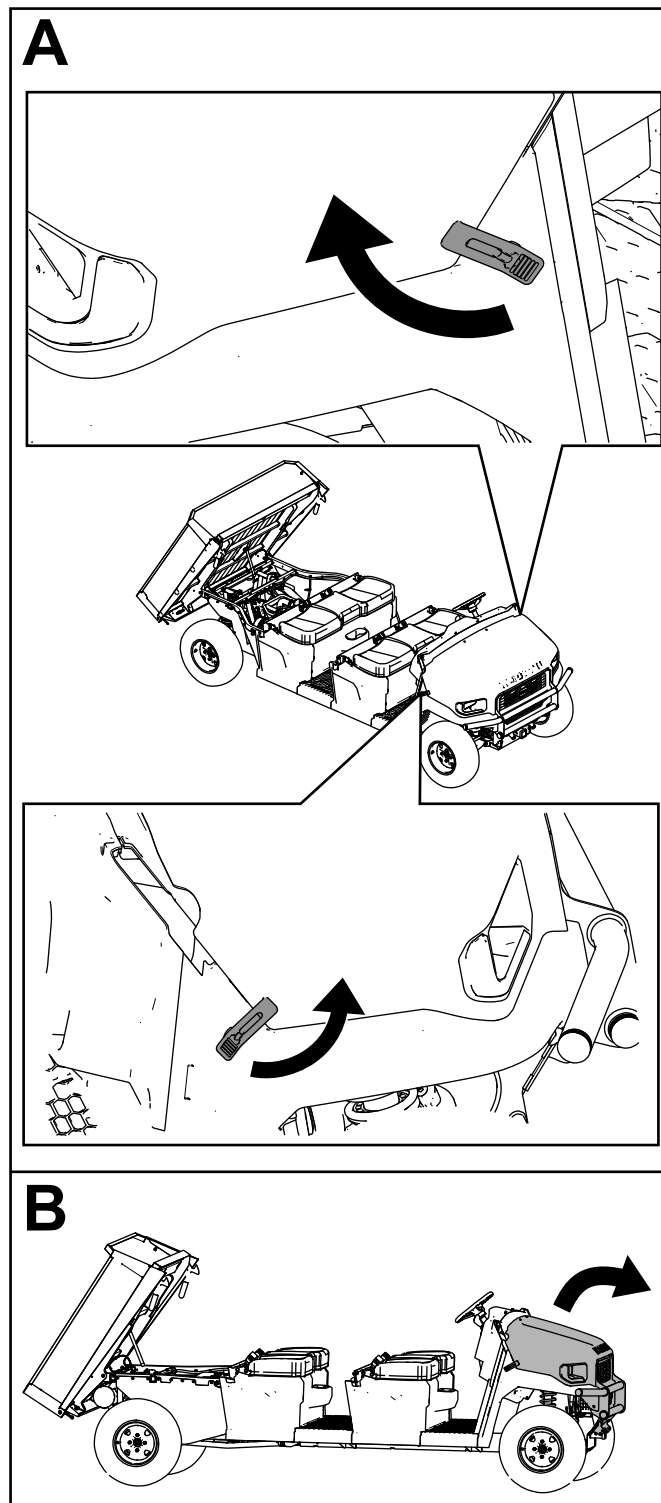

Figura 37
2. Levante el capó (Figura 37).